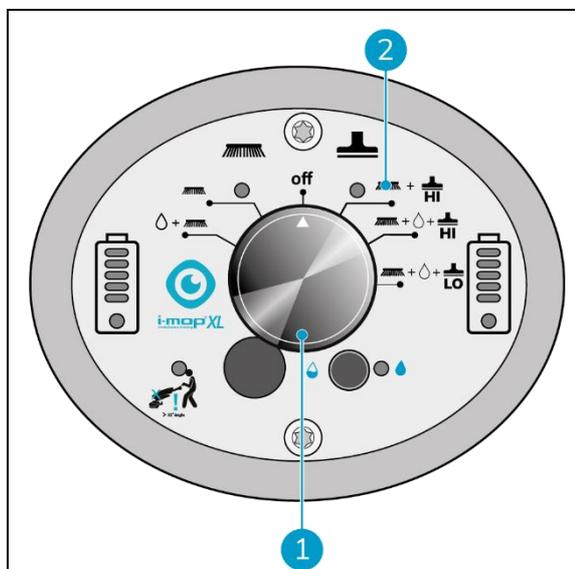

Figura 26
1. Utilizzare l'interruttore principale di i-mop XXL Pro (Figura 26, pos. 1) e scegliere MODO 3 Spazzola + Aspirazione a secco (Figura 26, pos. 2).